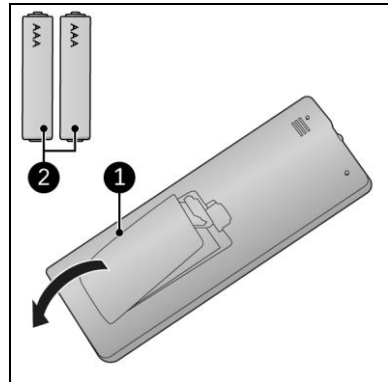

Abbildung 15
1. Entfernen Sie die Abdeckung (Abbildung 15, Pos. 1).
3. Legen Sie zwei Batterien (AAA 1,5 V) (Abbildung 15, Pos. 2) wie im Batteriefach angegeben ein. Stellen Sie sicher, dass die Batterien richtig eingelegt sind.